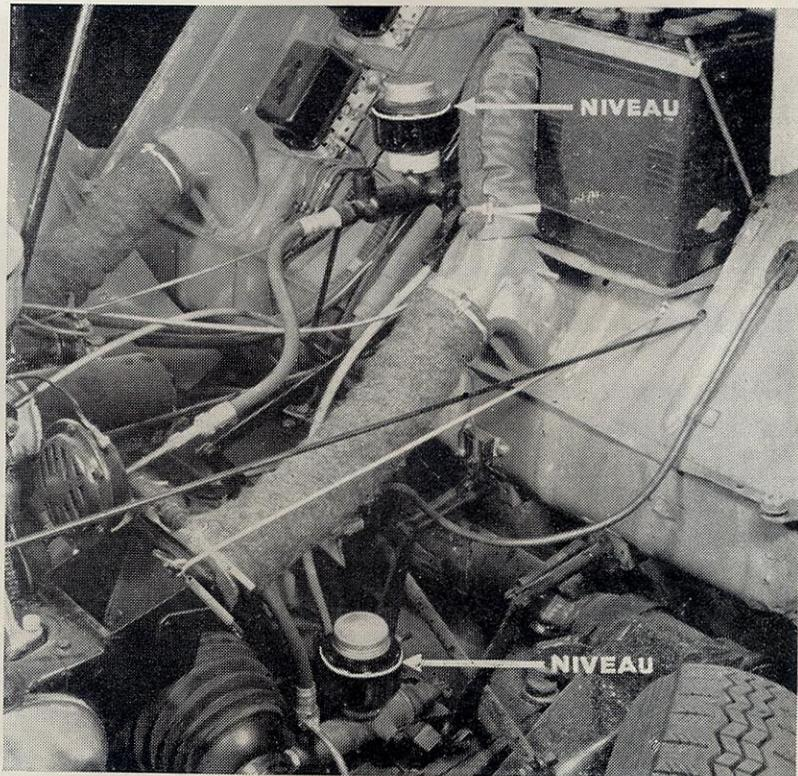

FIG. 2
c) **Vérifiez fréquemment** les niveaux du liquide spécial pour freins et embrayages. Le niveau du liquide spécial dans les réservoirs cylindriques ne doit pas baisser de plus d'un centimètre en dessous des cols (fig. 2). Faites l'appoint sans retard.